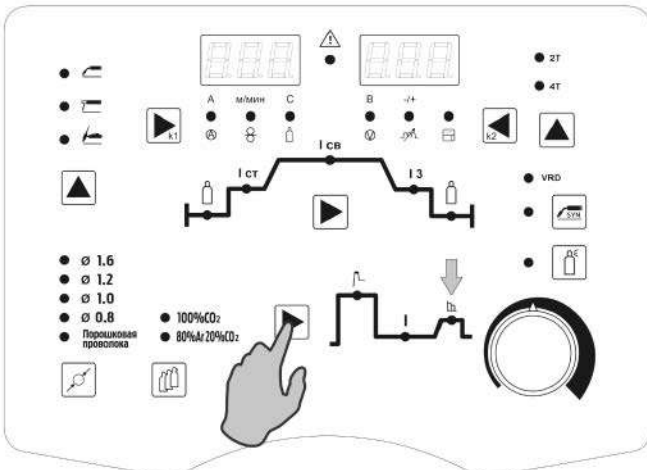

Рис. 10.1.4. Регулятор форсажа дуги.
6. Установите значение форсажа дуги (рекомендуется применять при сварке покрытыми электродами на малых токах) (См. рис. 10.1.4). Кнопкой (См. табл. 7.3.1, поз. 1) выберите форсаж дуги (См. табл. 7.3.1, поз. 4). Регулятором выставьте значение на 15% больше от основного тока (См. табл. 7.0.1, поз. 11).